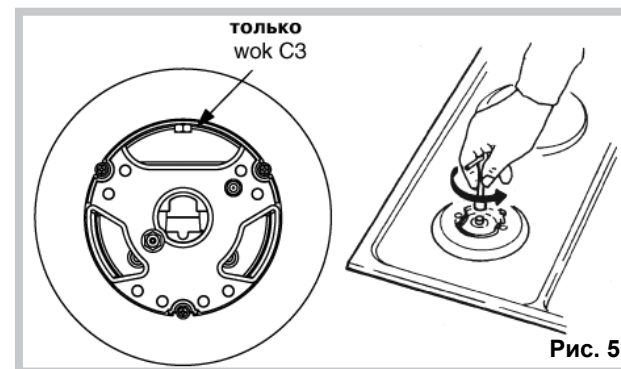

Рис. 5
Адаптация к различным типам газа (рис. 5)
- замените жиклеры (рис. 5) соответствующими типу газа, который будет использоваться (см. табл. Характеристики горелок и жиклеров);